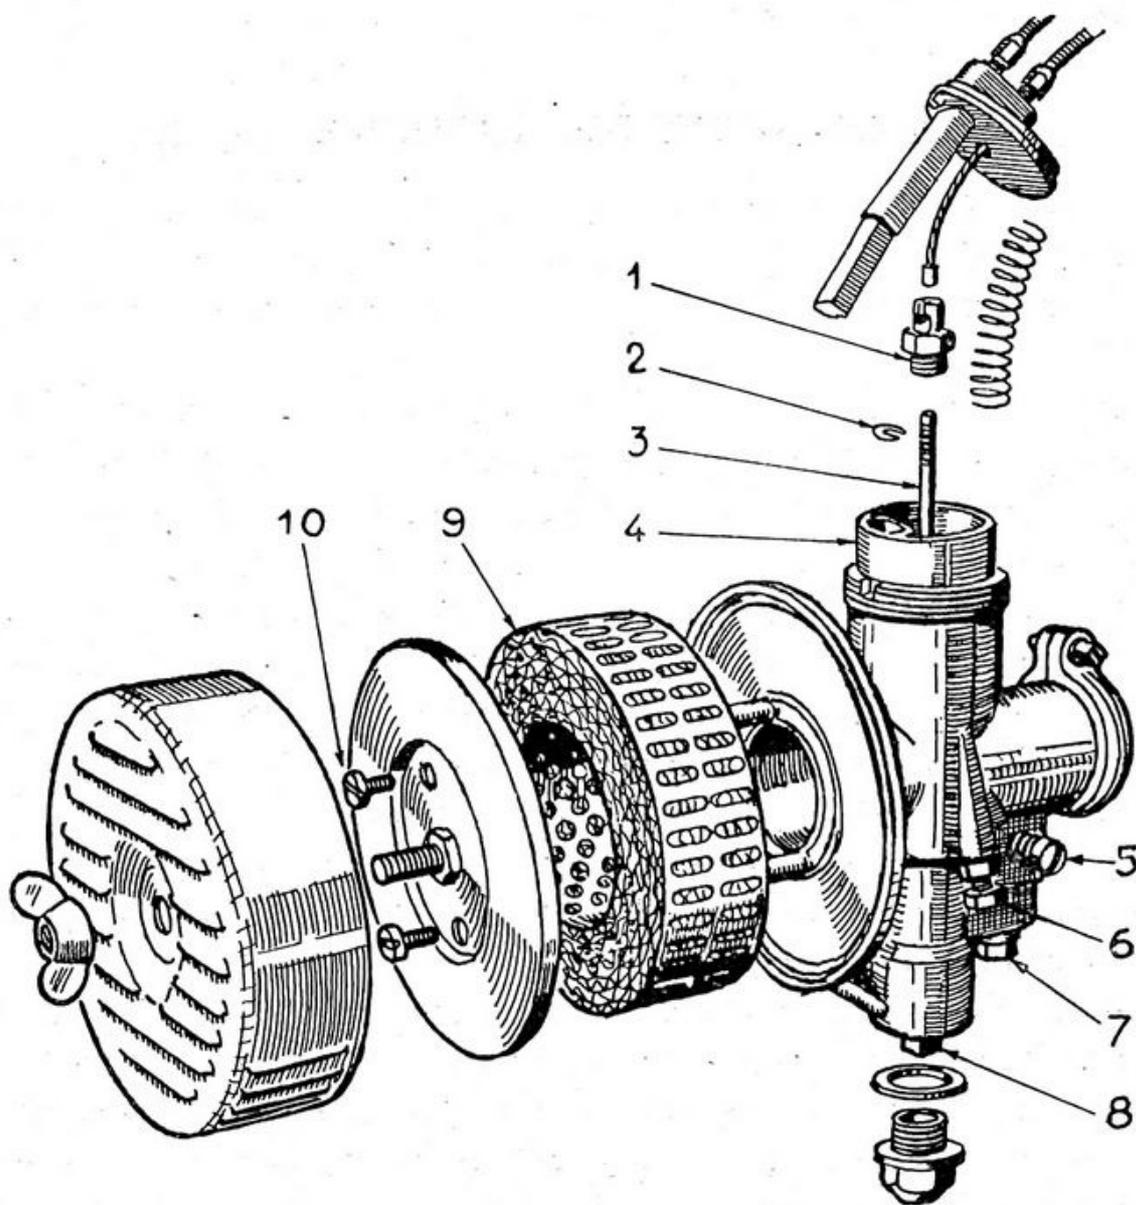

Fig. 27 - Carburatore: parti che interessano la pulizia e la registrazione:
- 12 - Smontare il filtro d'aria del carburatore e lavare nel petrolio o nella benzina. Immergere successivamente in olio fluidissimo la massa filtrante e lasciar scolare prima di rimontare (v. fig. 27).
- 15 - Smontare completamente il carburatore, togliere la tubazione e i rubinetti della benzina, lavare il tutto con benzina pulita, soffiare nella tubazione, pulire bene le reticelle dei rubinetti (v. fig. 27).
9 - REGOLAZIONE DEL CARBURATORE (fig. 27)
Quando il manettino del gas è chiuso, regolare la vite 6 fig. 27 in modo che il motore giri al minimo, poi registrare la vite di regolazione 5 sul carburatore per ottenere il miglior minimo.